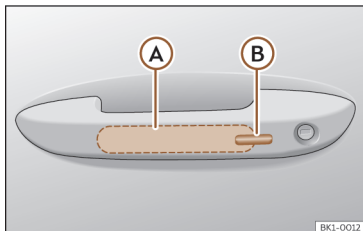

Fig. 72 Manípulo da porta: superfícies sensoras.
>>> **Fig. 72**
- Toque na superfície sensora >>> **Fig. 72 (B)** situada no lado exterior do manípulo da porta. Todos os indicadores de direção piscam uma vez.
- Antes de passarem 5 segundos, toque uma vez no sensor do lado exterior do manípulo da porta >>> **Fig. 72** . Ao fazê-lo, não agarre o manípulo. O sistema Keyless Access fica desa-tivado temporariamente.